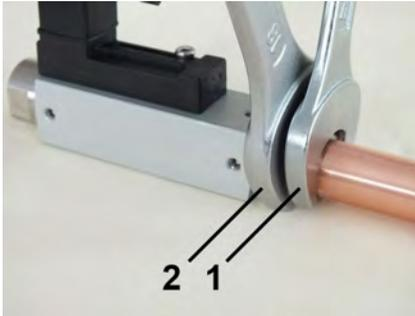

Abb. 12: Gerät einschrauben
3. ➔ Übergangverschraubung (Abb. 12/1) unter Gegenhalten der Verschraubung (Abb. 12/2) des Gerätes weiter eindrehen, bis die Verbindung dicht ist